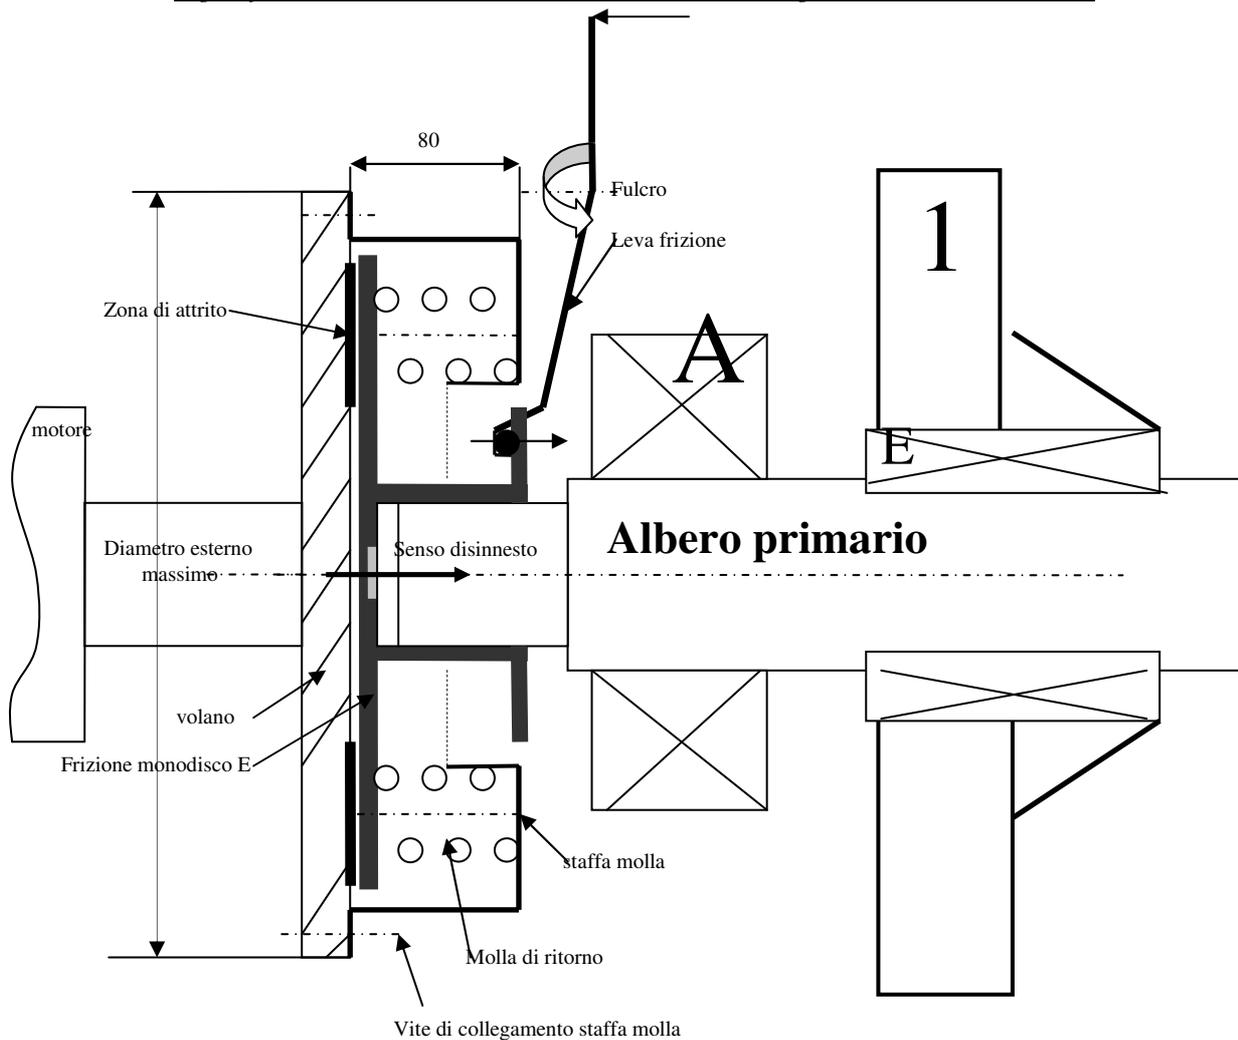

FIG 1 : particolare frizione con n°4 molle di ritorno a 90°
La frizione monodisco piano a secco di fig. 1 e 2 assicura l'innesto motore-cambio. Le ruote dentate 1 e 3 ruotano folli sull'albero primario grazie ai cuscinetti a rulli E ed F.
7. Il dimensionamento della frizione (tipologia e caratteristiche geometriche sapendo che l'ingombro massimo non deve superare il diametro di 200mm e lunghezza 80 mm) prendendo in considerazione la fig. 1.